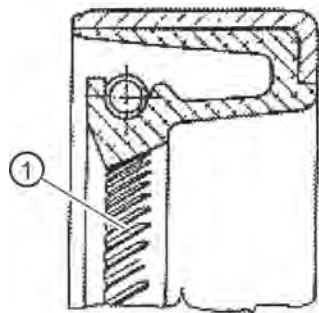
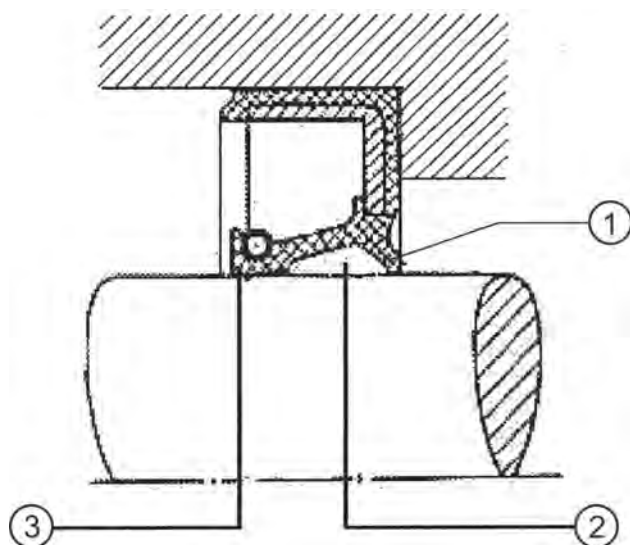

Figure 8 : Bague à lèvres avec ressort avec lèvre de turbulence
Figure 9 : Bague à lèvres avec ressort avec remplissage de graisse
11. Attention : En cas d'utilisation de bague à lèvres avec ressort avec lèvre de turbulence (Figure 9), l'espace entre la lèvre de protection et la lèvre d'étanchéité pour les bagues à lèvres avec ressort avec turbulence (Figure 8) ne doit pas être rempli de graisse. Sinon, risque de dysfonctionnement du mécanisme de renvoi hydrodynamique.